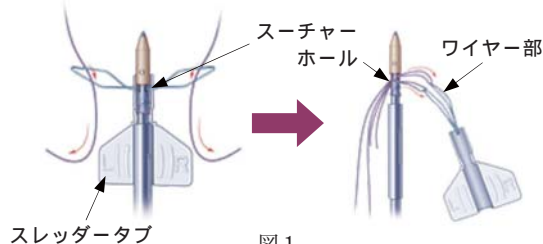

図 1
3. 軟部組織に貫通させた縫合糸が互いに絡んでいないかを確認します。あらかじめ取り付けられている附属のスレッダータブを用いて、軟部組織に貫通させた縫合糸をアンカーに搭載します (図 1)。